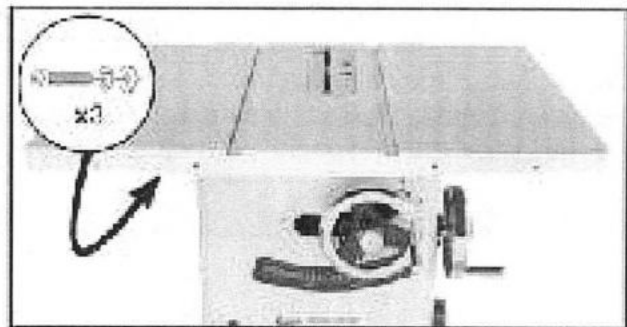

Figura 12. Instalación de alas de extensión
7. Mientras un ayudante sostiene las alas en su lugar, coloque cada ala extensión de la mesa principal tres tornillos de capuchon M10-1.5 x 25 arandelas de presión de 10 mm, y arandelas planas de 10 mm (ver Figura 12).